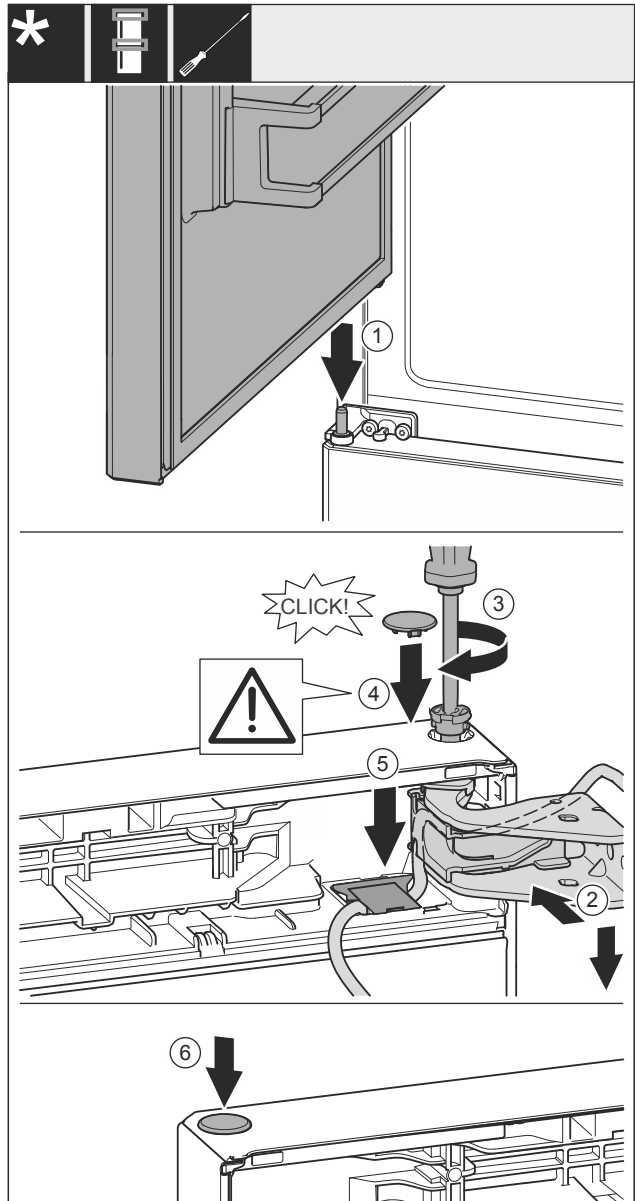

Fig. 60
- ▶ Установите верхнюю дверь на средний опорный палец Fig. 60 (1).
- ▶ Выровняйте дверь сверху по отверстию в опорном кронштейне Fig. 60 (2).
- ▶ Вставьте палец Fig. 60 (3) и затяните отверткой.
- ▶ Установите крышку Fig. 60 (4).
- ▶ Проследите за тем, чтобы крышка Fig. 60 (4) прилегала к дверям.
- ▶ Установите крышку Fig. 60 (5) и прижмите вниз до момента фиксации.
- ▶ Установите крышку Fig. 60 (6).